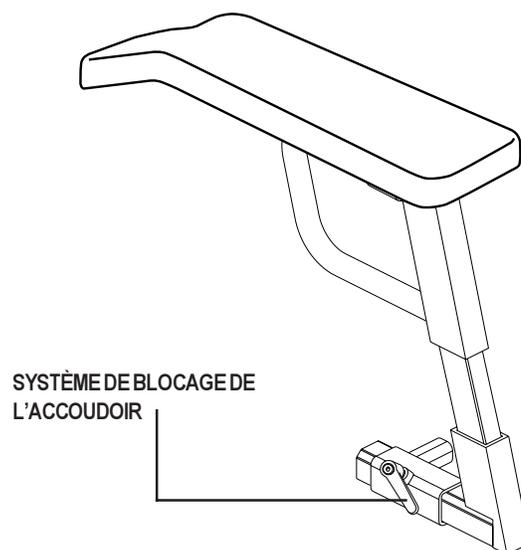

Figure 11. Réglage la position des accoudoirs
1. Tournez le système de blocage de l'accoudoir dans le sens inverse des aiguilles d'une montre pour le débloquer. Voir la figure 11.